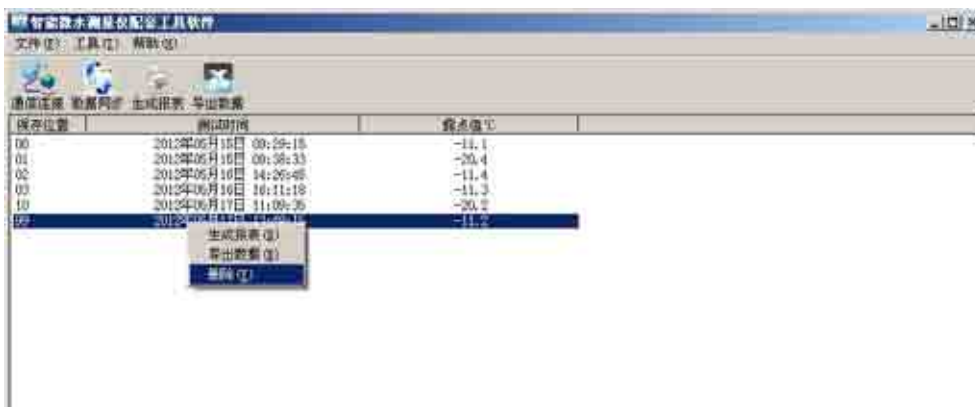

图 24 删除数据
(7) 删除。选中一行数据，右键选择删除，将选中的数据从当前的列表中移除。如图 24 所示。